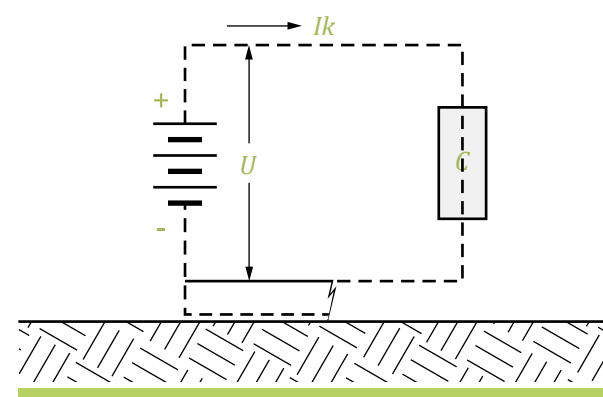

Figura 13
- » Tercer caso: La figura 13 muestra el circuito correspondiente a este caso, en donde se puede apreciar que la corriente de cortocircuito  $I_k$ , aparte de circular por los cables, el camino por tierra. ■